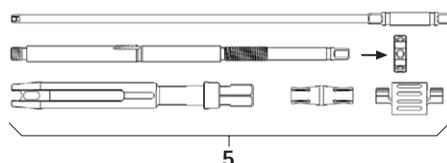

Fig. 3
- Desmontar la palanca de reposición percutánea 5, ver Fig. 3. Desmontar completamente la palanca de reposición en sus componentes y desenroscar la tuerca tensora.